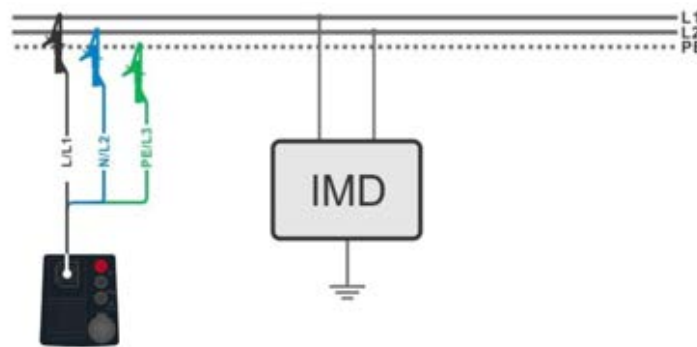
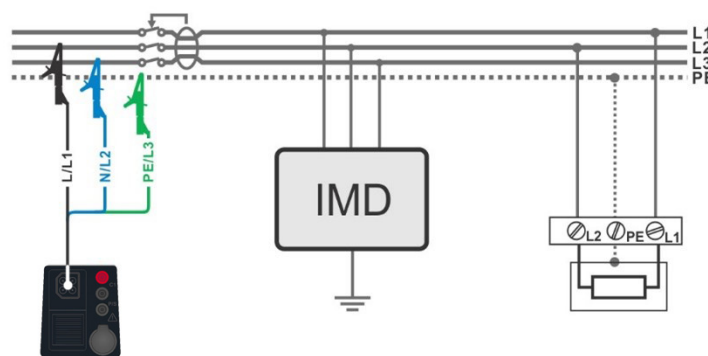

Abbildung 4.63: Messung des maximalen Ableitstroms des ersten Fehlers mit der 3-Leiter-Prüfleitung
Abbildung 4.64: Messung des Ableitstroms des ersten Fehlers im RCD geschützten Stromkreis mit der 3-Leiter-Prüfleitung
- › Schließen Sie den 3-Leiter Prüfadapter am Prüfobjekt an, siehe **Abbildung 4.63** oder **Abbildung 4.64**.